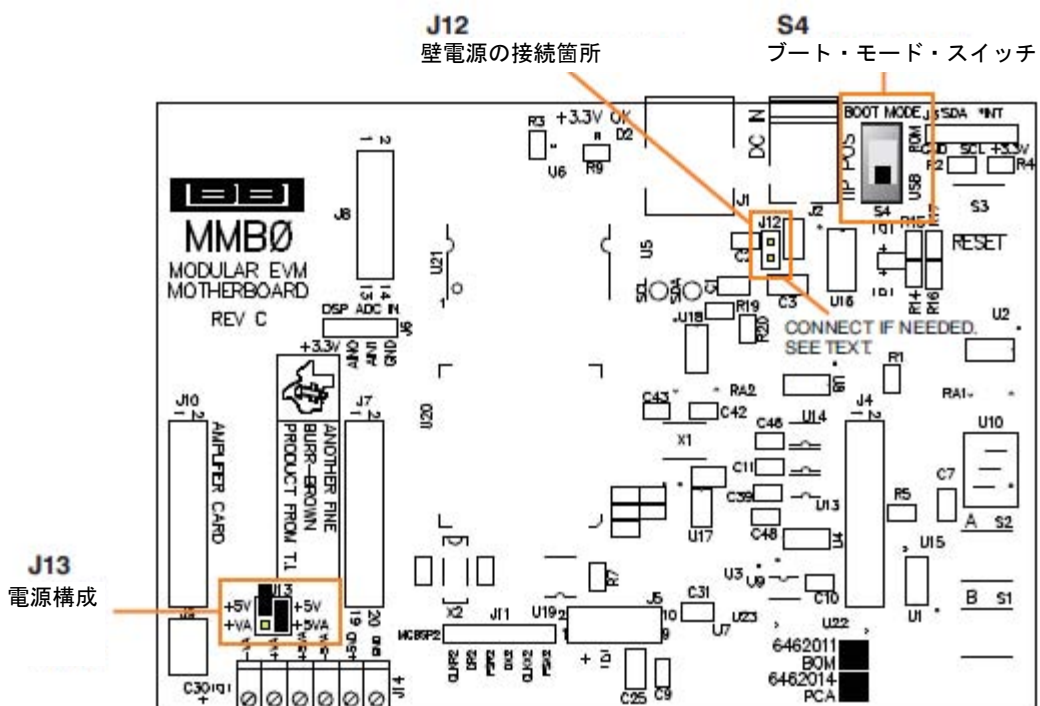

図 8 MMB0の初期設定
Step 2. MMB0上のジャンパとスイッチを図8に示す通りにセットします。